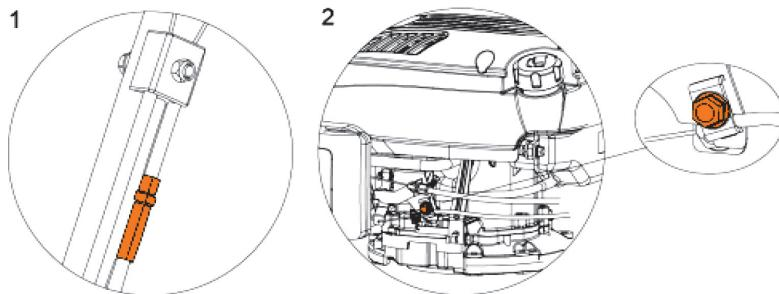

Рис. 9
1. Регулировка натяжения троса включения привода хода осуществляется путем вращения регулировочной гайки. По часовой стрелке (ослабление) или против часовой стрелки (подтягивание). После регулировки натяжения зафиксируйте контргайкой (Рис. 9).
Газонокосилка снабжена системой центральной регулировки высоты скашивания. Отклоните рычаг ① в направлении от зацепления и установите в требуемое положение (Рис. 9).